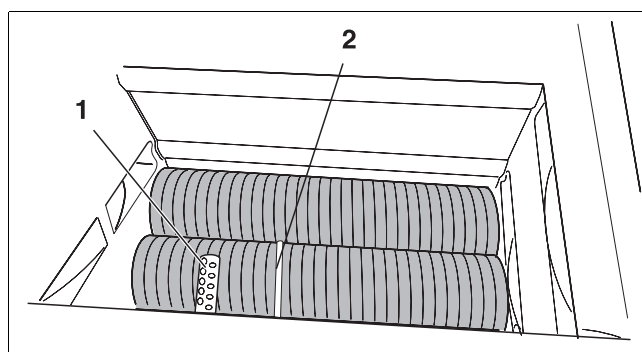

Fig. 70 Gloeiplug en ionisatie-elektrode controleren
- Controleer de ionisatie-elektrode en de gloeiplug op vervuiling, slijtage of beschadiging (fig. 70 en 71).